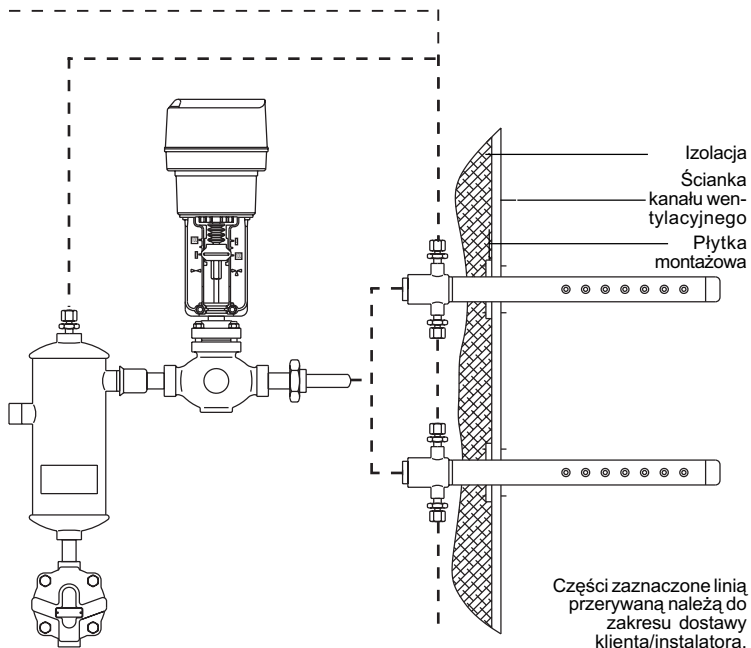
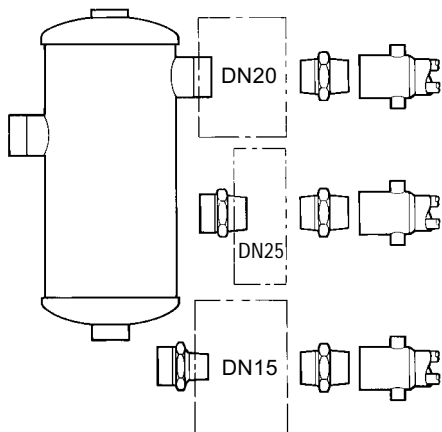

Rys. 3
Rys. 5
2.6 W systemach wielolancowych, lance należy montować tak, aby zapewnić równomierne rozproszenie pary w kanale - patrz rys. 3. Szczególną uwagę należy zwrócić na usytuowanie głównego przewodu parowego względem rurociągów połączeniowych - patrz rys. 5, 11, 12 i 13.
3.3 Aby uniknąć problemów z kondensacją pary w kanale i uzyskać jak najmniejszą długość odcinka absorpcji, lancia(e) powinna(y) być ustawiona(e), jak na rys. 3.